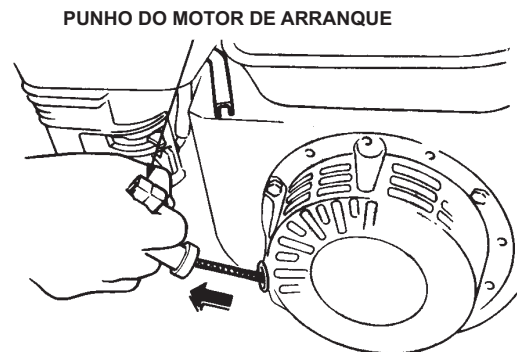

Figura 27. Punho do motor de arranque
5. Agarre o punho do motor de arranque (Figura 27) puxe-o lentamente. A resistência torna-se elevada em determinado ponto, correspondendo ao ponto de compressão. Puxe rápida e suavemente o punho do motor de arranque para arrancar.